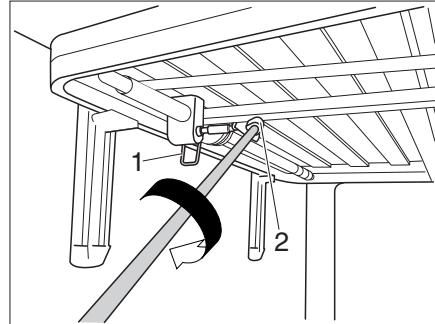

Bild 144 Höjdbar säng
- Lossa låsspaken (Bild 144,1). Sängen kan nu justeras.
- Skjut in veven i det magnetiska fyrkantiga uttaget (Bild 144,2). Sängens höjd kan nu justeras.
- Dra ut veven ur det fyrkantiga uttaget (Bild 144,2) och förvara det i hållaren.